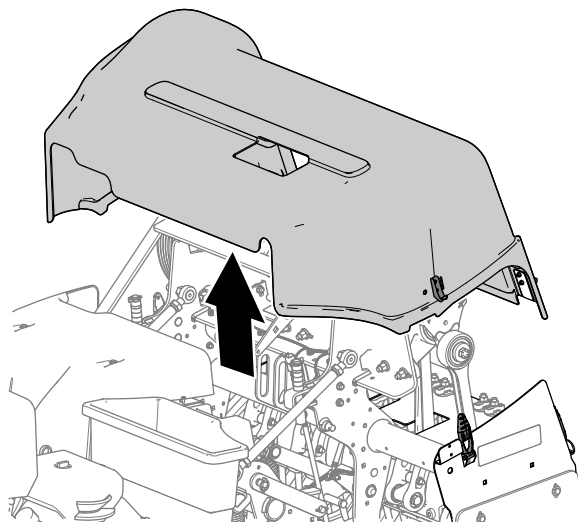

Figura 151
5. Sollevate la copertura della testa di carotaggio dalla macchina (**Figura 151**).